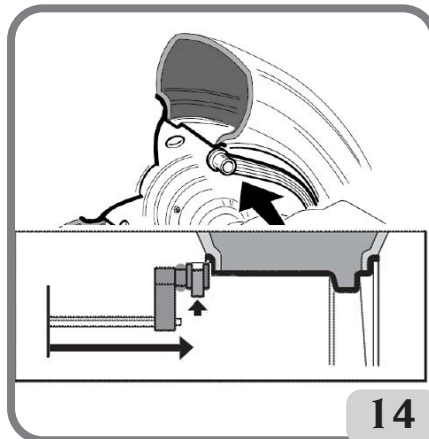
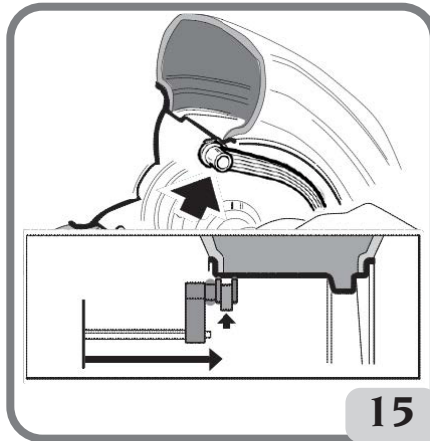

Abb. 14: Manuelle Erfassung des Radabstands im Programmtyp ALU 2P
Abb. 15: Manuelle Erfassung des Abstands der internen Ebene im Programmtyp ALU 1P
- Das Ende des automatischen Messarms auf der Höhe der Ebene positionieren, die für die Anbringung des Innengewichts gewählt wurde. In Alu 1P nimmt man als Bezugspunkt der Gewichtsmitte die Mitte der Aussparung der Klemme (Abb. 15). In Alu 2P bezieht man sich auf den Felgenrand, da es sich beim Innengewicht um ein Federgewicht handelt (Abb. 14).
- Das Ende des Messarms auf die Ebene bringen, die für das Anbringen des inneren Gewichts ausgewählt wurde (Abb. 15 für ALU 1P und Abb. 14 für ALU 2P). In Alu 1P nimmt man als Bezugspunkt der Gewichtsmitte die Mitte der Aussparung der Klemme. Beim Alu 2 P bezieht man sich auf den Felgenrand, da es sich beim Innengewicht um ein herkömmliches Federgewicht handelt.